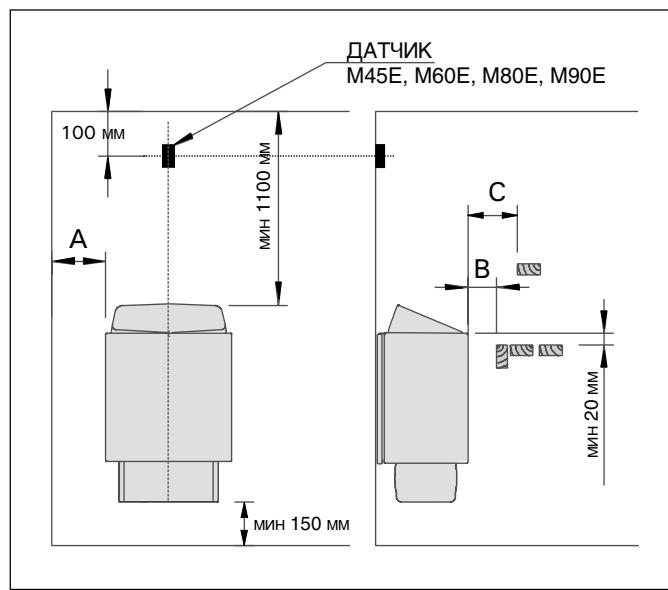
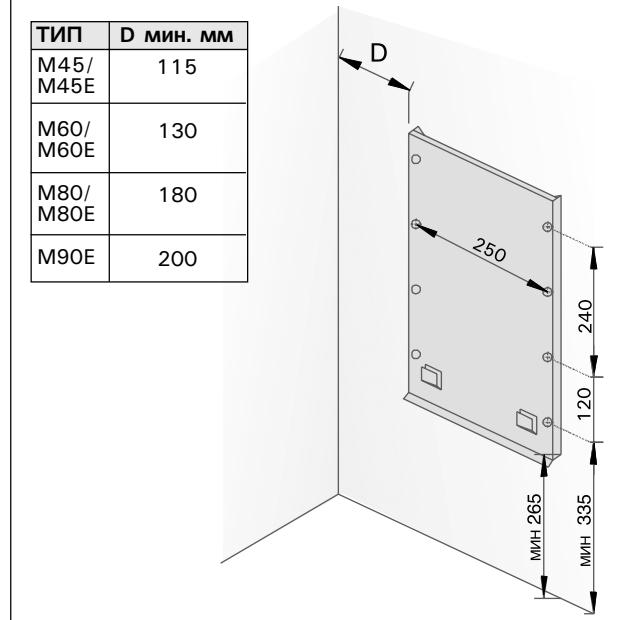

Рисунок 5.
Рисунок 8. Установка крепёжной рамы
- При расположении каменки выполняются условия минимальных расстояний, изображенных на рис. 5 и указанных в таблице 1.
1. С помощью прилагаемых шурупов прикрепите к стене монтажную раму, соблюдая минимальные расстояния, указанные в таблице 1 и на рис. 5. Установка рамы изображена на рис. 8.
При установке защитного ограждения вокруг каменки следует соблюдать расстояния, указанные на рис. 5. и в табл. 1.
Пульт управления устанавливается в сухом месте на высоте около 170 см. К пульту приложены более детальные инструкции по его креплению к стене. Датчик температуры устанавливается на стене сауны над каменкой на средней линии ширины каменки на расстоянии 100 мм от потолка. См. рис. 5.